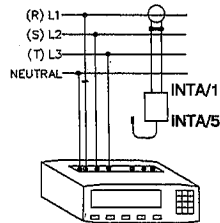

Abb. 3.6.1
- 1) Sekundärwicklung des Stromwandlers mit der INTA/5- oder INTA/1- Schnittstelle verbinden (Abb. 3.6.1).